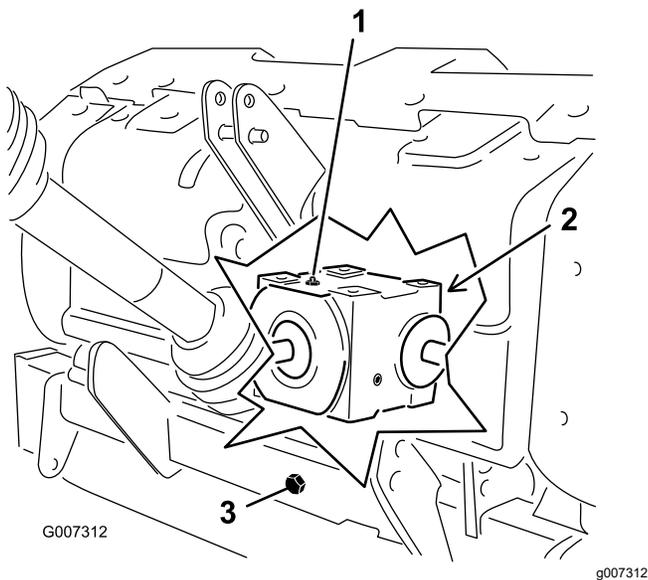

Рисунок 30
2. Выверните пробку контрольного отверстия редуктора (Рисунок 30).
- Следите, чтобы уровень масла в редукторе доходил до низа контрольного отверстия (Рисунок 30).
- Во избежание загрязнений очистите пробки заливного и сливного отверстий (Рисунок 30).